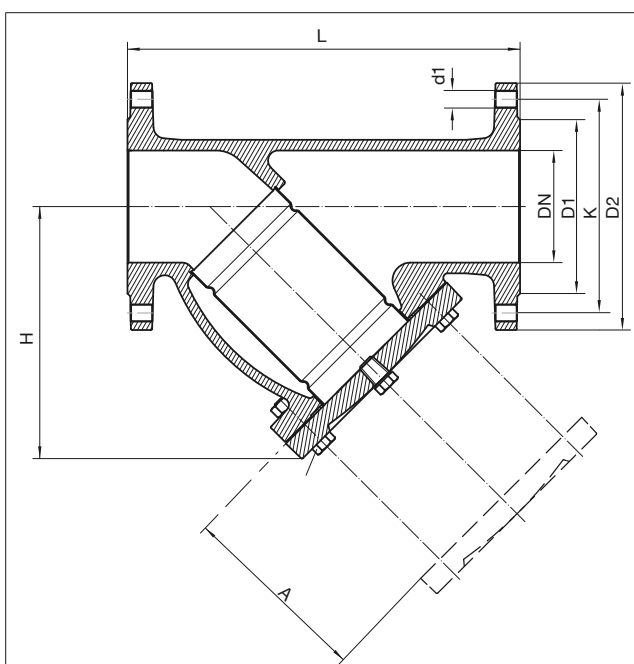

Fig. 2 : Encombrements
- Nous recommandons d'installer un filtre à tamis Oventrop dans chaque tube. - Vous avez la possibilité de monter le filtre à tamis à la verticale ou à l'horizontale. ▶ S'assurer que le produit et les tuyauteries sont exempts d'impuretés. ▶ Respecter le sens de circulation. ▶ En cas d'un montage vertical, s'assurer que le tamis est orienté vers le bas pour pouvoir recueillir les impuretés. ▶ Installer le produit en évitant toute contrainte mécanique ▶ S'assurer que la zone en face du couvercle reste dégagée (voir cote A Fig. 2 auf Seite 7).